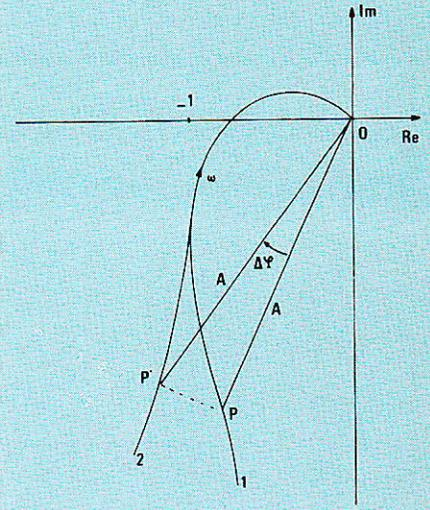

Figure 3
Voyons maintenant le cas du contrôle intégral, en nous reportant à la figure 3. Cette fois, au départ (avant correction), le gain statique K_1 garantit une marge de stabilité satisfaisante, mais n'offre qu'une précision faible. En diminuant la phase, sans modifier le gain, mais seulement aux fréquences basses, on fait passer chaque point du diagramme de P en P' , ce qui transforme la courbe (1) en la courbe (2), et répond bien au but cherché.